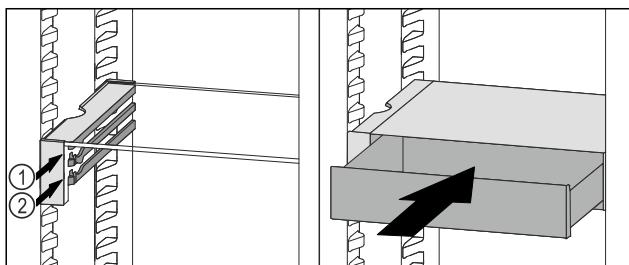

Fig. 99
- Așezați sertarul VarioSafe în spatele opritoarelor pe nervura dorită Fig. 99 (1) sau Fig. 99 (2).